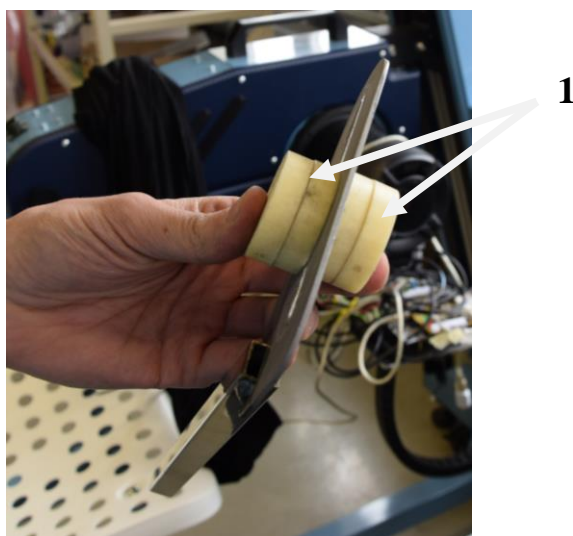

Рисунок 10
- ✓ добавить/убавить количество регулировочных шайб (1, рис.10);